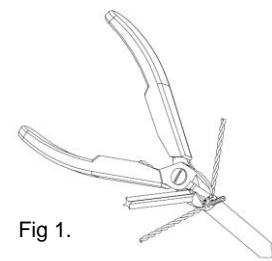

Fig 1.
2. At the strip-point of the cable, use flush cutters to carefully remove strip string, mylar tape, cross-shaped pair separator, or any other cable fillers/spacers, where applicable. Again, inspect for any pair insulation damage. (See Fig 1.).
2. Au début de la partie dégainée, utiliser une pince à coupe droite pour soigneusement retirer le fil de déchirement, le ruban Mylar, le séparateur en croix et tout autre élément de remplissage ou d'espacement, le cas échéant. S'assurer encore une fois de l'absence de dommages (figure 1).